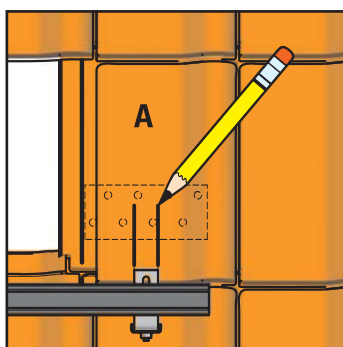

Fig. 3-14 Contrassegnare la posizione del gancio da tetto
14. Contrassegnare i punti in cui i ganci da tetto attraversano le tegole (fig. 3-14).